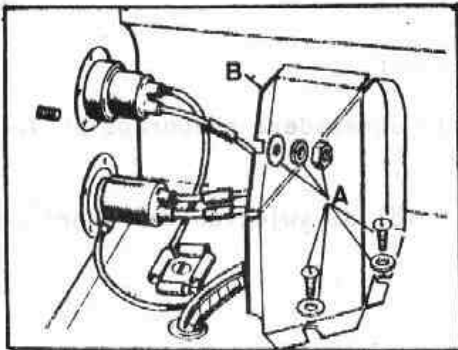

Fig. P-17 Desmontaje de pilotos traseros
- 3.4. Soltar los tornillos, arandelas y tuercas, A (Fig. P-17) y quitar la placa, B, que cubre los portalámparas por el interior de la caja.